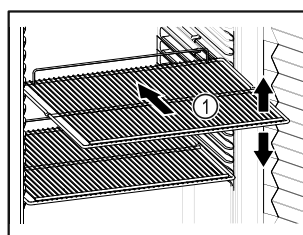

Fig. 60 Exempel
- Om gallren *Fig. 60 (1)* kan flyttas om ska de anpassas på höjden.